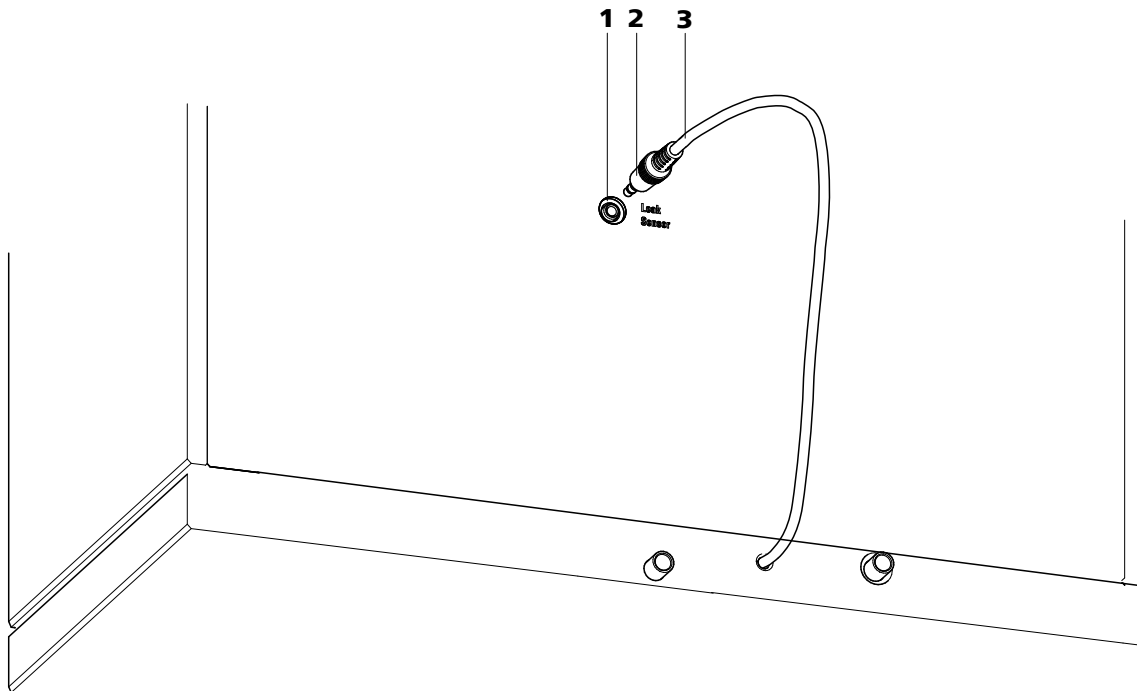

Figura 7 Conexión del detector de fugas en la parte posterior del aparato
- 1 Enchufe la clavija del detector de fugas (7-2) en la toma de conexión del detector de fugas (7-1) de la parte posterior del aparato (véase Figura 7, página 21).